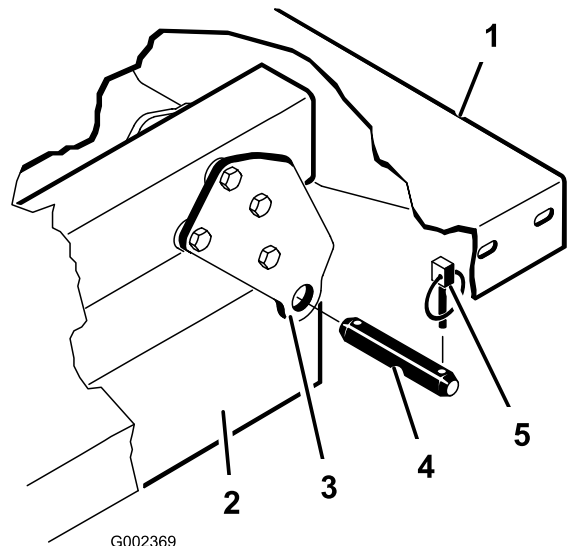

Figura 34
**Nota:** Verifique se as placas articuladas posteriores estão presas ao canal/estrutura da plataforma, de modo que a extremidade inferior fique alinhada com a parte traseira (Figura 34).